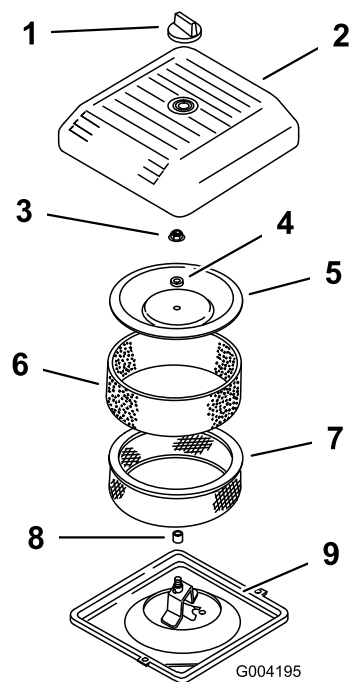

Рисунок 155
3. Отверните ручку и снимите крышку воздухоочистителя (Рисунок 155).
4. Осторожно снимите фильтр предварительной очистки из пеноматериала с бумажного элемента (Рисунок 155).
5. Выверните гайку крышки и снимите крышку, проставку и фильтр с бумажным фильтрующим элементом (Рисунок 155).